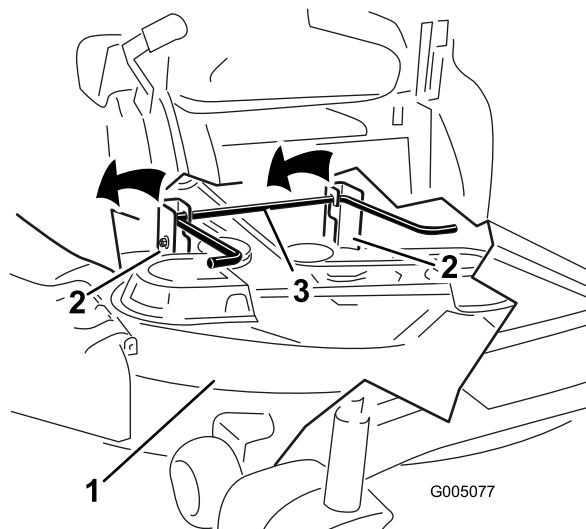

Figure 46
5. Soulevez et enlevez le plateau de coupe et les supports de la tige de levage arrière et abaissez la tondeuse au sol avec précaution (Figure 46).
5. Soulevez l'arrière du plateau de coupe et guidez les supports sur la tige de levage arrière (Figure 46).